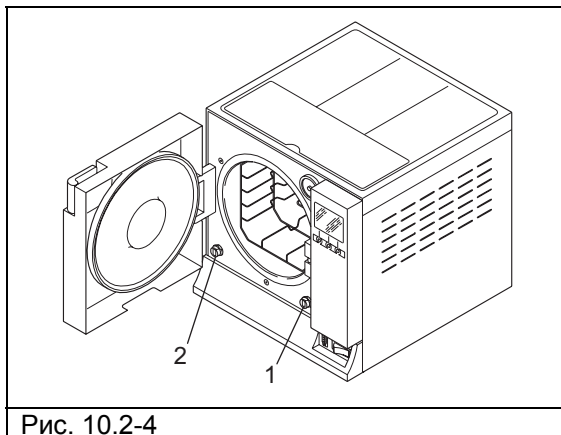

Рис. 10.2-4
1. Слейте бак чистой воды: соедините конец трубки с патрубком внизу на передней панели устройства (1 Рис. 10.2-4) и направьте другой конец в пустую емкость.
2. Опустошите внутренний бак сбора отработанной воды: соедините прозрачную трубку с патрубком внизу на передней панели устройства (2 на Рис. 10.2-4) и направьте другой конец в пустую емкость.